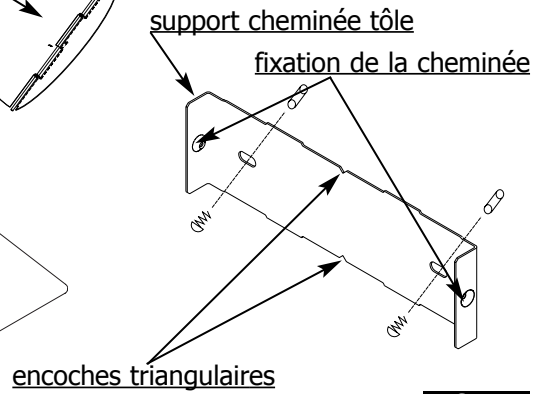

fig. 3
- Récupérez le support cheminée tôle (fig.3).
- Fixez contre le mur, en appui sur le plafond, le support de cheminée métallique (fig.3).